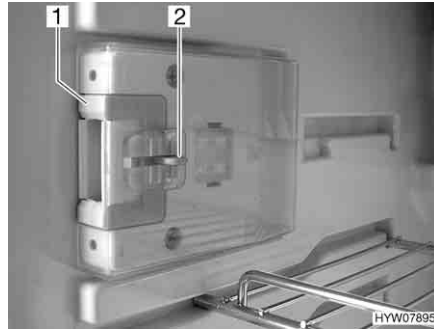
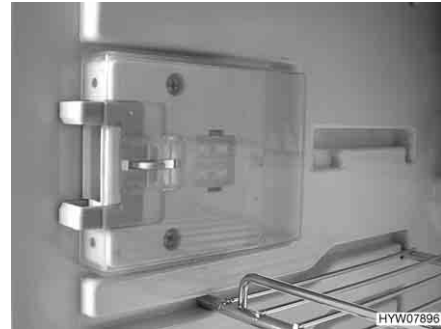

Fig. 225 Dispositivo de cierre en posición normal
Fig. 226 Dispositivo de cierre en posición de ventilación
- Hundir el desbloqueo (Fig. 225,2).
- Empujar el dispositivo de cierre (Fig. 225,1) hacia delante (Fig. 226).